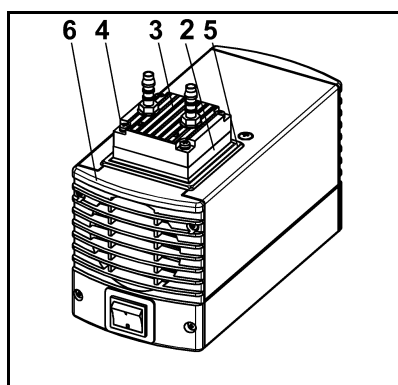

Fig. 7 : Démonter la tête de pompe
1. Repérer le couvercle de tête (fig. 7/3), la culasse (2), la plaque de protection (5) et le couvercle de corps (6) d'un trait continu au crayon. Cela permettra d'éviter un mauvais positionnement des pièces lors du remontage de la pompe.
2. Dévisser les quatre vis de couvercle de tête (4) et démonter le couvercle de tête (3) en même temps que la culasse (2) hors du corps de pompe.
1. Enlever les plaques soupapes/joints (7) de la culasse (2).
2. Vérifier l'état de propreté des logements, de la culasse (2) et du couvercle de tête (fig. 7/3) et remplacer ces pièces en cas d'inégalités et de rayures.
3. Positionner les nouvelles plaques soupapes/joints (7) dans les logements au niveau de la culasse (2) ; les plaques soupapes/joints du côté de l'aspiration et du refoulement sont identiques et il en va de même pour le côté supérieur et le côté inférieur des plaques soupapes/joints.
4. Vérifier que le montage des soupapes/joints (7) est libre de toute contrainte en leur appliquant un léger mouvement horizontal.
1. Installer la culasse (2) avec les plaques soupapes/joints (7) selon le repère au crayon tracé sur le corps.
2. Placer le couvercle de tête (fig. 7/3) ainsi que la plaque de protection (fig. 7/5) selon le repère au crayon tracé sur la culasse (2).
3. Vérifier le bon centrage du couvercle de la tête (fig. 7/3) en lui appliquant un léger mouvement latéral.
4. Serrer les vis (4) à la main en quinconce.